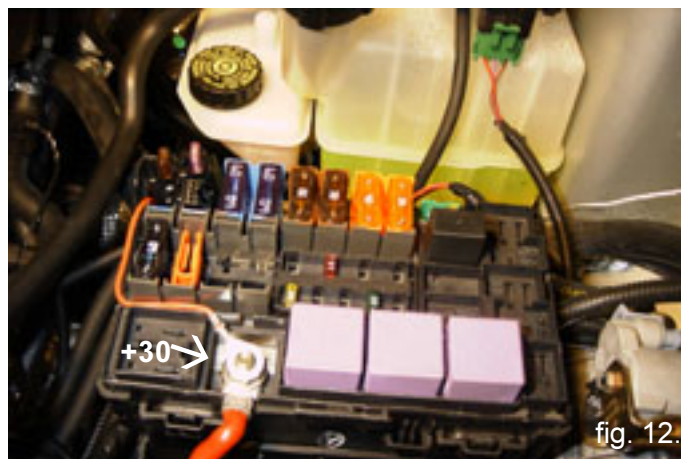

fig. 12.
2. Schakelaar. De brandstofkeuzeschakelaar met inhoudsindicator wordt gemonteerd in het middenconsole. Zie fig. 12. Verwijder het schakelaarpaneel. Plaats de bedrading in de juiste posities- de overeenkomstige draadkleuren- in de contraconnector van de schakelaar. Zie fig. 13. Plaats de connector op de schakelaar.
8. Voeding. De groen/zwarte voedingsdraad (+15) aansluiten op de oranje voedingsdraad van de bobine van de 2e cilinder. De rode voedingsdraad (+30) met een kabelgoot aansluiten op de M8-bout in de zekeringbox. Plaats de zekeringen in de houders (+30=7,5A, +15=3A). Zie fig.12. Plaats deze samen met de Monio-connector in de fusebox.